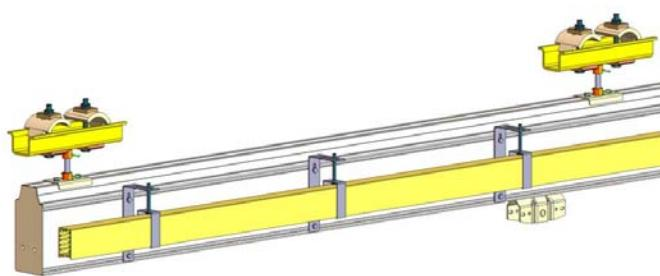

Fig. 2 / Abb. 2
- Gaine protégée parallèle (fig. 2)
- Schleifleitung parallel zum Profil (Abb. 2)